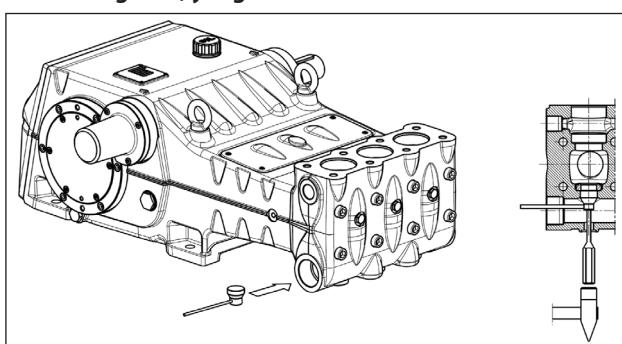

Fig. 113
En caso de dificultad para extraer el grupo de la válvula de aspiración (por ejemplo, si se han formado depósitos debido a largos períodos de inactividad de la bomba) utilizar el extractor cód. 27516200 (para LK36-LK40-LK45) o cód. 27516300 (para LK50-LK55-LK60) (pos. ①, Fig. 113) y seguir las instrucciones.